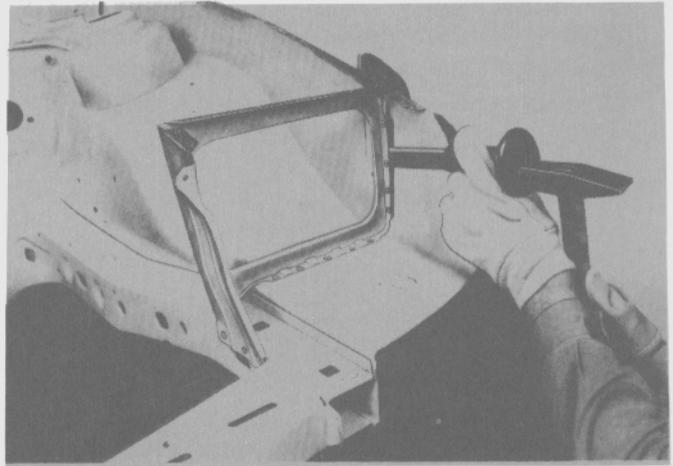

Fig. 119
- Separar el panel de montaje del faro del larguero y el panel del guardabarro delantero interior. (Fig. 119).